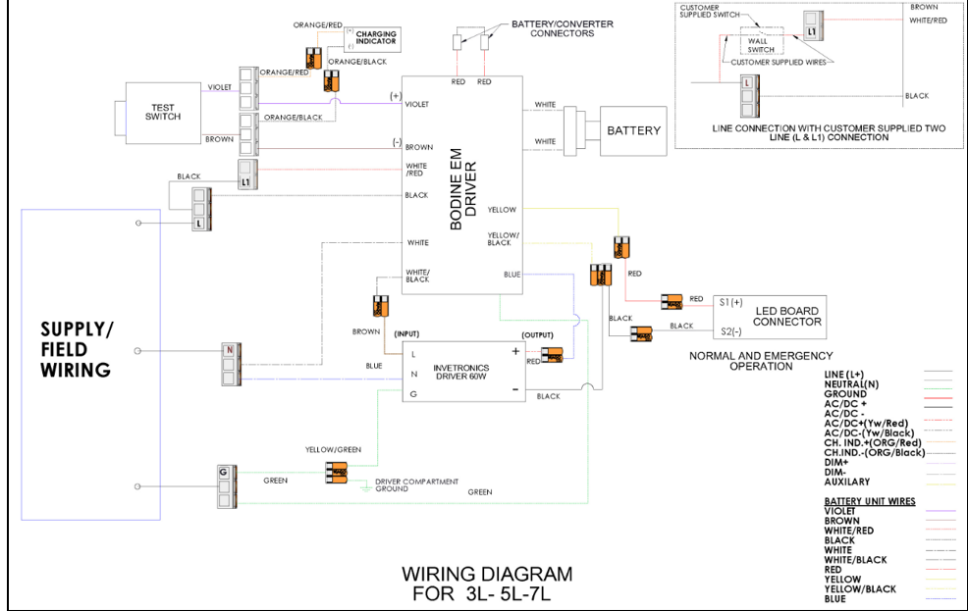

FIGURE 7
Pour le montage à distance du commutateur poussoir d'essai, retirer les fils violet et brun du commutateur poussoir d'essai interne (fourni dans le dispositif; voir fig. 7, 8) et brancher le commutateur d'essai fourni par le client sur les mêmes connecteurs. Se reporter à la Figure « Commutateur d'essai pour montage à distance et indicateur d'état » pour le câblage du commutateur poussoir d'essai à distance.
CÂBLAGE (Se reporter aux Figures 7 et 8 pour les schémas de câblage) :
- 2. Boucher toutes les entrées de conduit inutilisées à l'aide des bouchons de conduit fournis. Pour éviter le grippage et garantir l'étanchéité, lubrifier les bouchons de conduit avec le lubrifiant HTL de la série Crouse-Hinds d'Eaton avant l'installation, et serrer les bouchons avec une clé d'au moins cinq (5) filetages complets (57-71 Nm [42-52 lb-pi] pour les bouchons de 1,9 cm [3/4 po]; 79-92 Nm [58-68 lb-pi] pour les bouchons de 2,5 cm [1 po]).
- 3. Connecter les fils d'alimentation au connecteur de borne des fils conducteurs du luminaire fixé sur le support de montage conformément aux schémas de câblage joints. Tous les fils doivent être serrés. Tous les composants du luminaire sont précablés, de sorte qu'il ne reste qu'à raccorder que les fils de phase, neutre et mise à la terre du luminaire aux fils conducteurs en suivant les schémas de câblage (voir les Figures 7 et 8). Raccorder d'abord le conducteur de mise à la terre (vert) de l'équipement, puis le neutre (blanc) et la tension de ligne (noir) en dernier. Serrer tous les branchements électriques.
- 4. Branchez le connecteur du convertisseur (fils rouges-rouges) comme indiqué dans le schéma de câblage (voir Fig 7 et 8). Branchez également la batterie dans le pilote Bodine EM (connectez les fils blanc-blanc). Le connecteur de la batterie / convertisseur est déconnecté pour éviter de se décharger pendant le transport.
Se reporter aux branchements du commutateur mural des Figures 7 et 8 :
- 3. S'assurer que les bouchons de conduit électrique sont bien vissés d'au moins cinq (5) filetages complets dans le conduit du module du couvercle.
- 5. S'assurer que les câbles d'alimentation sont connectés aux fils conducteurs du luminaire conformément aux schémas de câblage. Tous les composants du luminaire sont précablés, de sorte qu'il ne reste qu'à raccorder que les fils de phase, neutre et mise à la terre du luminaire aux fils conducteurs en suivant les schémas de câblage. Raccorder d'abord le connecteur de mise à la terre de l'équipement, puis le fil neutre et en dernier, la tension de ligne. Se reporter aux Figures 7 et 8 pour le schéma de câblage.
- 7. S'assurer que la vis d'obturation imperdable est serrée à 3,4 Nm (30 lb-po) et que deux (2) bossages du boîtier du circuit sont en contact avec le module du couvercle.